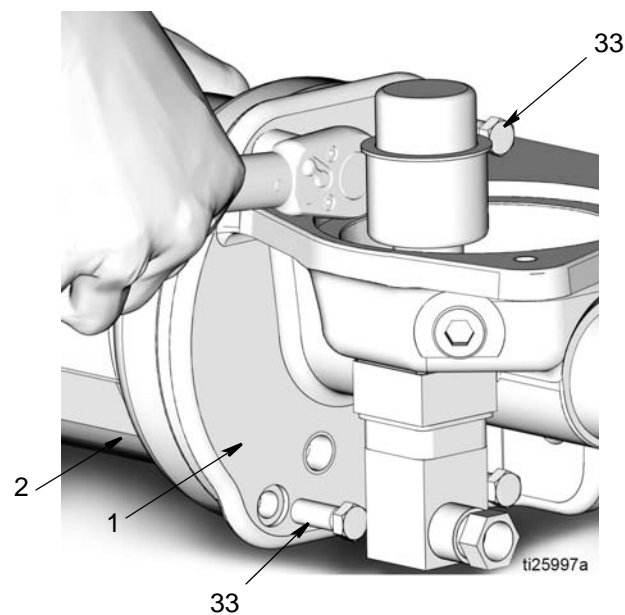

Рис. 18
14. С помощью торцевого ключа на 3/8 дюйма выкрутите 4 болта (33), крепящих пневматический цилиндр (2) к основанию насоса (1) (Рис. 18). Снимите пневматический цилиндр с основания насоса.